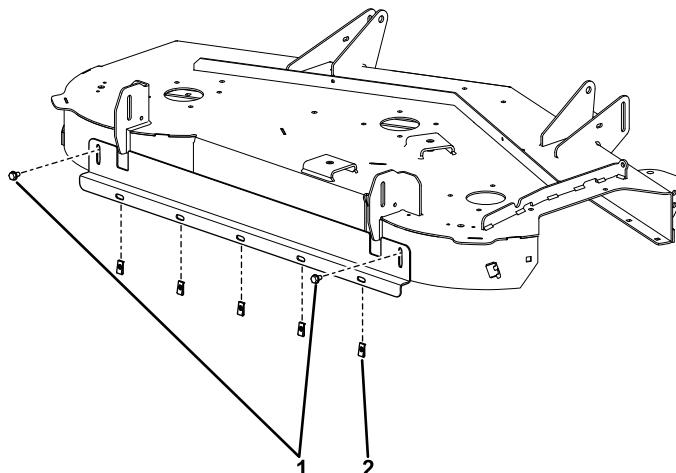

Figure 10
- Placez 5 écrous rapides dans les trous libres du support (Figure 10).